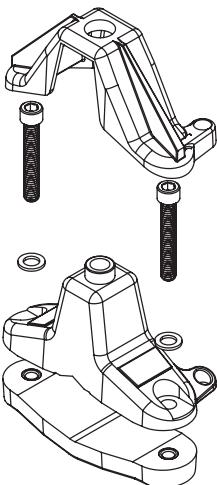

Figura 4
- Para a montagem da **Seção do Cone Frontal**, posicione o conjunto de montagem sobre a barra transversal dianteira, certificando-se de que o compartimento do rolo esteja sobre a barra transversal traseira, com espaço suficiente para montagem no próximo passo. Quando a posição correta for alcançada, vire a unidade e aperte os parafusos king, fixando o **Conjunto de Montagem da Seção Frontal** no lugar. Vire a unidade novamente e coloque os **Pés do Grampo do Rack** sob a barra transversal dianteira e fixe-os com **Arruelas Pequenas e Parafusos 5,1 cm (2") para grampo do rack** (para o Thule Xsporter, use Parafusos King de 6,4 cm (2,5")), conforme mostrado na **Figura 4**
8. Para a montagem da **Seção do Cone Frontal**, posicione o **Conjunto de Montagem do Cone Frontal** sobre a barra transversal dianteira, certificando-se de que o **Conjunto de Montagem do Compartimento do Rolo** esteja posicionado sobre a barra transversal traseira. Quando a posição correta for alcançada, vire a unidade e aperte os **Parafusos King** usando uma **chave hexagonal de 6 mm (1/4")** para fixar os conjuntos de montagem da Seção Frontal e do Compartimento do Rolo no lugar. Vire a unidade novamente e coloque os **Pés do Grampo do Rack** sob as barras transversais dianteira e traseira, fixando-os com arruelas pequenas e **Parafusos de 2 pol. para grampo do rack**, conforme mostrado na **Figura 4** (para o Thule Xsporter, use Parafusos King de 6,4 cm (2,5"))
no próximo passo. Quando a posição correta for alcançada, vire a unidade e aperte os parafusos king, fixando o **Suportes do compartimento do rolo** no lugar. Vire a unidade novamente e coloque os **Pés do Grampo do Rack** sob a barra transversal dianteira e fixe-os com **Arruelas Pequenas e Parafusos 2 pol. para grampo do rack**, conforme mostrado na **Figura 4** (para o Thule Xsporter, use **Parafusos King de 6,4 cm (2,5")**)